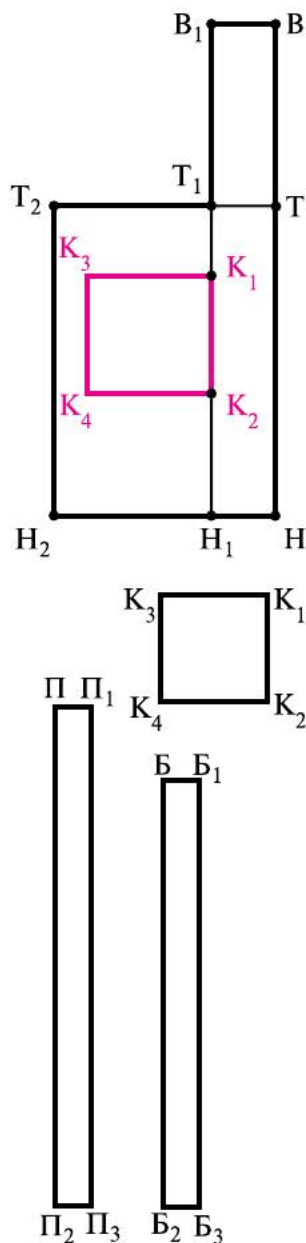

Рис. 6.32. Чертеж основы фартука с нагрудником
- ▶ 3. Точки на чертеже обозначаются буквами русского алфавита в соответствии с названием конструктивных линий, например Т (линия талии), а если на одной линии находится несколько точек, то им присваивается индекс (например, Т₁, К₂, Н₂) (рис. 6.32).